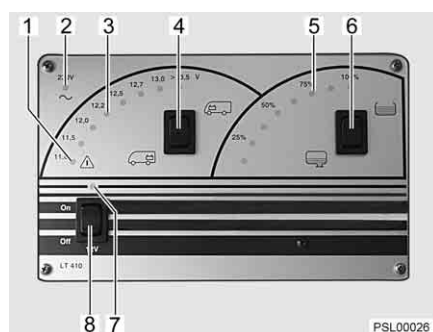

Bild 47 Panel LT 410
Die Leuchtdioden der Anzeige V (Bild 47,3) zeigen die Batteriespannung an.
- Wippschalter (Bild 47,4) oben drücken : Die Batteriespannung der Starterbatterie wird angezeigt.
- Wippschalter (Bild 47,4) unten drücken : Die Batteriespannung der Wohnraumbatterie wird angezeigt.
Je zwei Leuchtdioden der Anzeige Tank (Bild 47,5) zeigen den Füllstand an.
- Wippschalter (Bild 47,6) oben drücken : Die Wassermenge wird angezeigt.
- Wippschalter (Bild 47,6) unten drücken : Die Abwassermenge wird angezeigt.
Die rote Warnleuchte ALARM (Bild 47,1) blinkt, sobald die Spannung der Wohnraumbatterie 11 V (Messung im laufenden Betrieb) unterschreitet und damit Tiefentladung droht.
Der 12-V-Hauptschalter (Bild 47,8) schaltet das Panel und die 12-V-Versorgung des Wohnraums ein und aus.
- Wippschalter (Bild 47,8) oben drücken "On": Die 12-V-Versorgung des Wohnraums ist eingeschaltet. Die Kontroll-Leuchte (Bild 47,7) leuchtet grün.
- Wippschalter (Bild 47,8) unten drücken "Off": Die 12-V-Versorgung des Wohnraums ist ausgeschaltet. Die Kontroll-Leuchte (Bild 47,7) erlischt.
Die 12-V-Kontroll-Leuchte (Bild 47,7) leuchtet, wenn der 12-V-Hauptschalter (Bild 47,8) eingeschaltet ist.
Die gelbe 230-V-Kontroll-Leuchte (Bild 47,2) leuchtet, wenn am Eingang des Elektroblocks Netzspannung vorhanden ist.